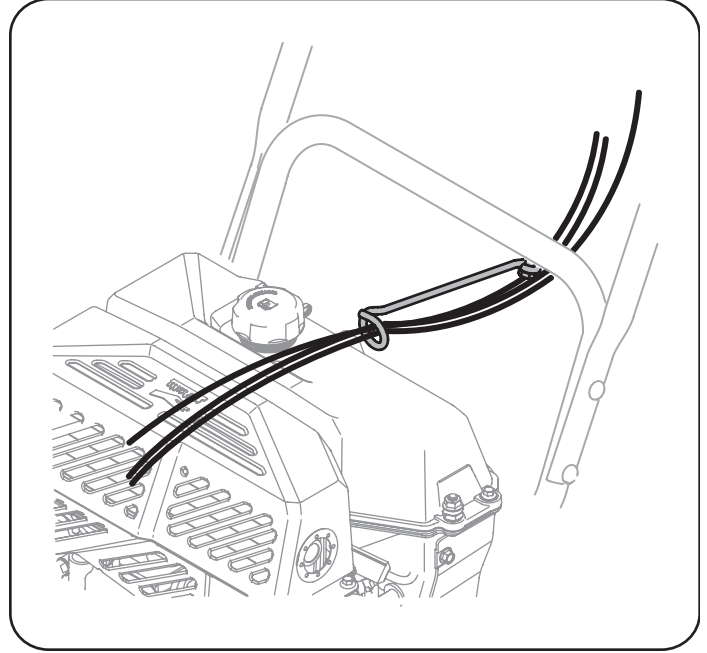

Figura 11
10. Controle que todos los cables estén adecuadamente dirigidos a través de la guía de cables en el motor. Vea la Figura 11.
En el panel de instrumentos de plástico hay orificios para el almacenamiento conveniente del pasador de cuchilla. Vea la figura 11. Consulte la sección de servicio y mantenimiento para más información en cuanto el reemplazo del pasador de cuchilla.